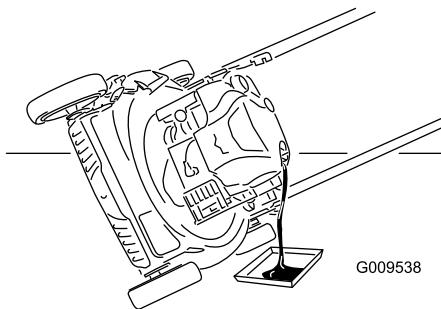

Рисунок 25
- Для слива отработанного масла через маслозаливной патрубок переверните газонокосилку набок воздушным фильтром вверх (Рисунок 25).